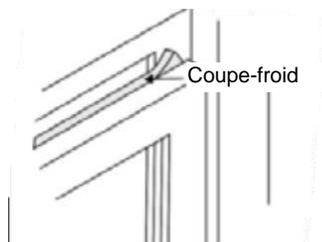

Fig. 18
1. Coupez le joint du châssis à la largeur de la fenêtre. Insérez-le dans l'espace entre le châssis supérieur et inférieur (Fig. 18).